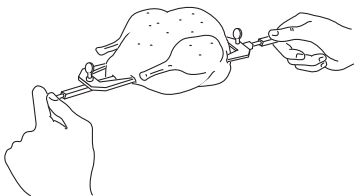

Abb. 2
- Die Speise auf den Spieß stecken und mit den zugehörigen Gabeln (Abb. 2) blockieren (das Fleisch für ein optimales Resultat gut mit einem Küchenfaden zusammenbinden).